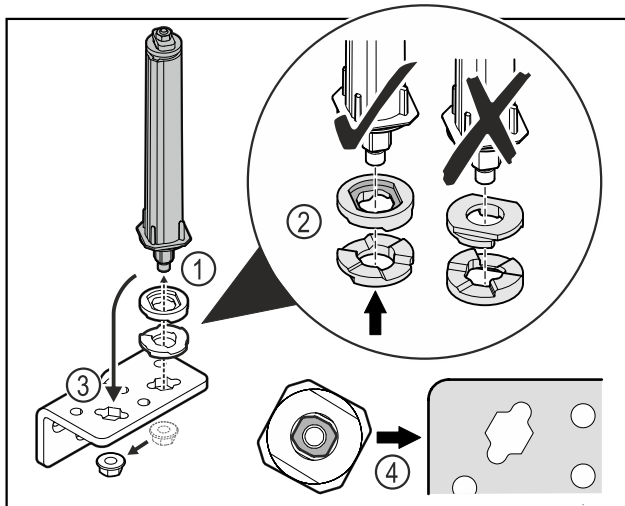

Fig. 46
- Allentare il dado e rimuovere il sistema di chiusura della porta Fig. 46 (1).
- Assicurarsi che le rondelle per la regolazione dell'altezza siano rivolte nel verso giusto Fig. 46 (2).
- Spostare il sistema di chiusura della porta nella cerniera angolare e fissarlo con il dado Fig. 46 (3).
- Durante l'inserimento del sistema di chiusura della porta assicurarsi che sia rivolto nel verso giusto Fig. 46 (4).